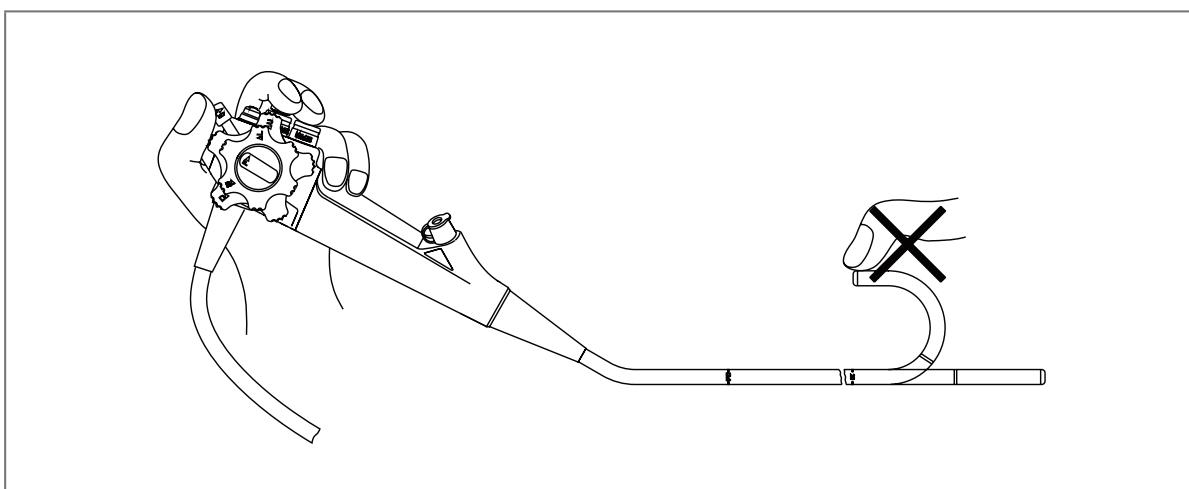

Рис. 3.6
4. Медленно приведите в действие ручку управления изгибом, чтобы убедиться, что изгибающаяся часть, ручка управления изгибом и фиксатор изгиба работают гибко, эффективно, надёжно и не заедают. Убедитесь, что угол изгиба соответствует требованиям. (см. рисунок 3.6)